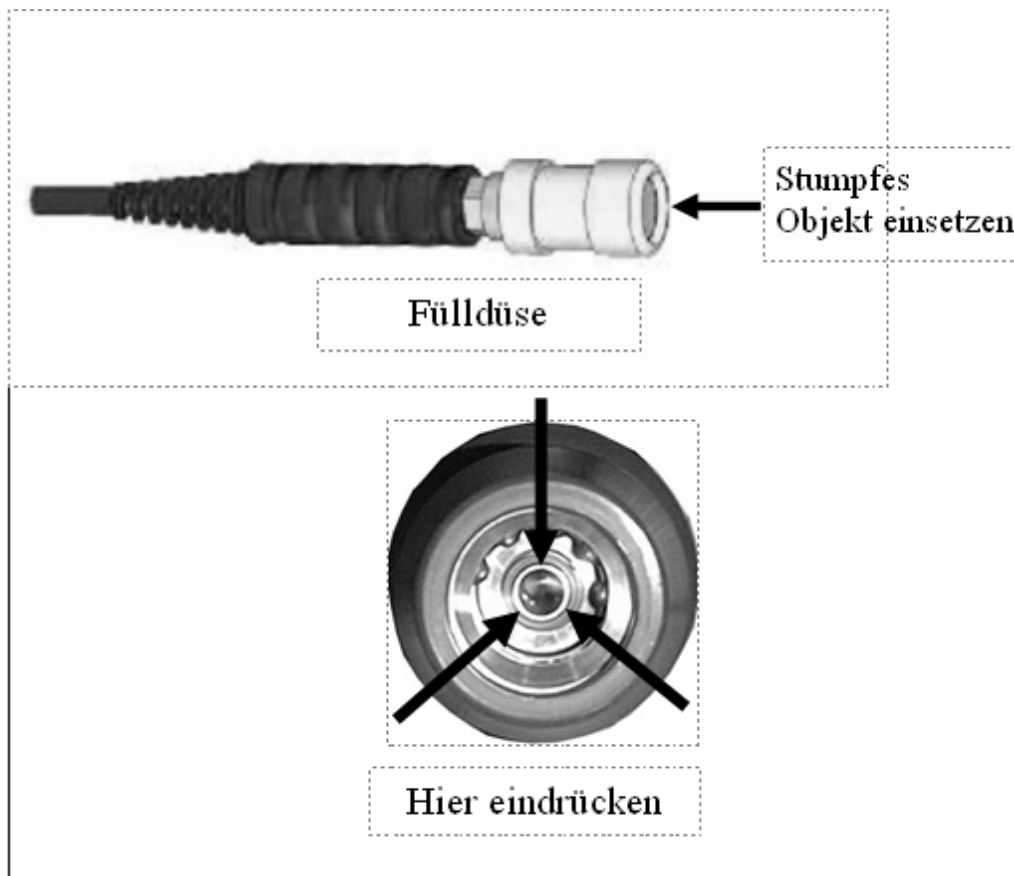

Abbildung 17 Drucklosmachen des Phill-Gerätes
6. Machen Sie das Phill-Gerät drucklos, indem Sie mit einem stumpfen Gegenstand auf den Stift in der Düse drücken (siehe Abbildung 17). Beim Drucklosmachen darf die Düse nicht auf Personen gerichtet sein. Verwenden Sie kein spitzen Werkzeug, das die Düse verkratzen oder in ihr zerbrechen könnte.